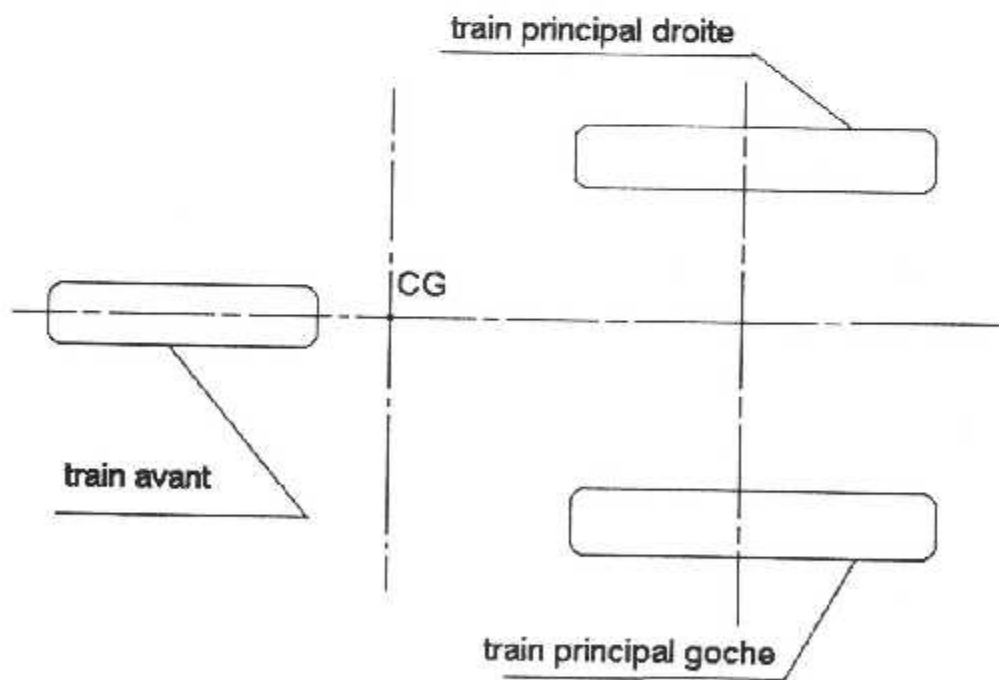

Figure 03: train d'atterrissage tricycle
**I-5. Le train tricycle :( figure 03)**